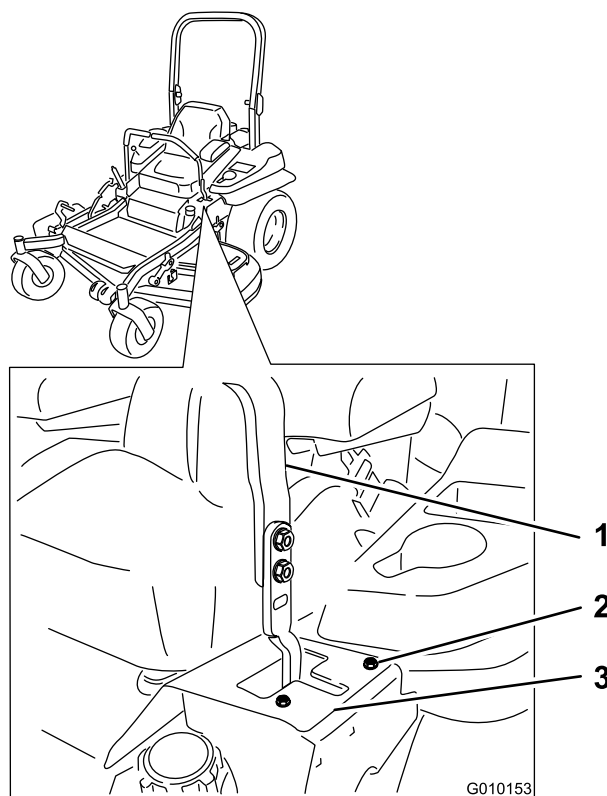

Figura 50
a T sinistra finché la macchina non procede in linea retta (Figura 50).
- Se tende a sinistra, allentate i bulloni e regolate la piastra della battuta destra spostandola indietro sulla fessura a T destra finché la macchina non procede in linea retta (Figura 50).
- Serrate i bulloni della piastra della battuta (Figura 50).